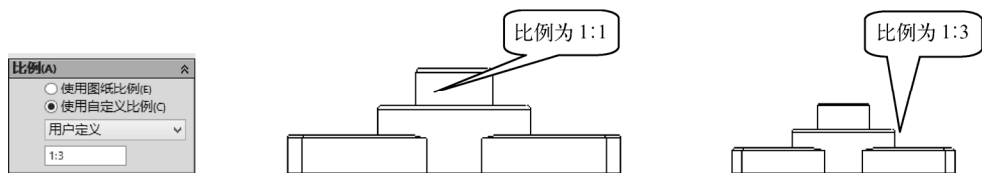

图 7-28 “比例”卷展栏的作用
- “比例”卷展栏：主要用于设置视图打印尺寸与模型真实尺寸的比值，如图 7-28 所示。